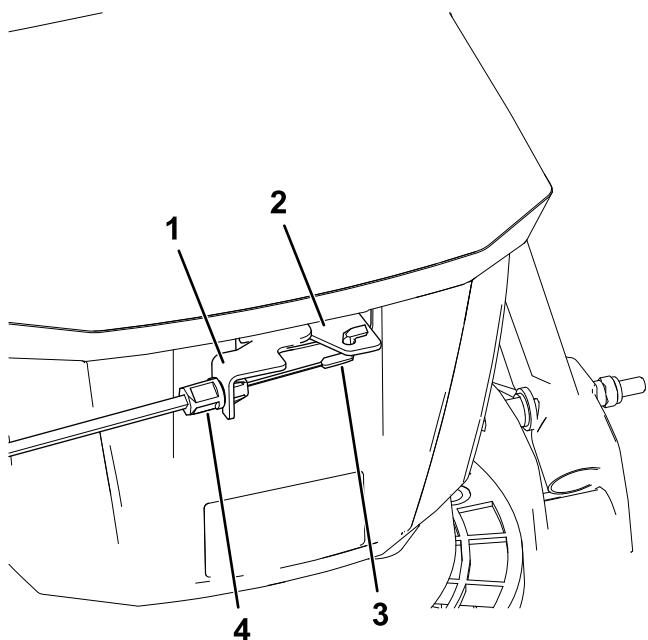

Figure 5
10. Accrochez la fixation libre du câble de rechange sur le levier de commande de la lame, puis tirez sur le câble de commande pour le tendre et glissez-le dans le support, comme montré à la **Figure 5**.